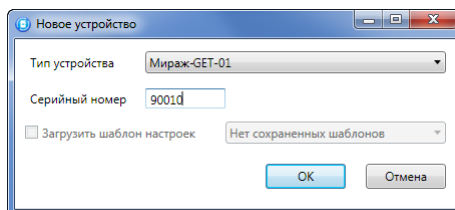

Рис. 7.12. Окно *Новое устройство*
- В открывшемся окне *Новое устройство* (Рис. 7.12) задайте необходимые параметры и нажмите кнопку *ОК*: